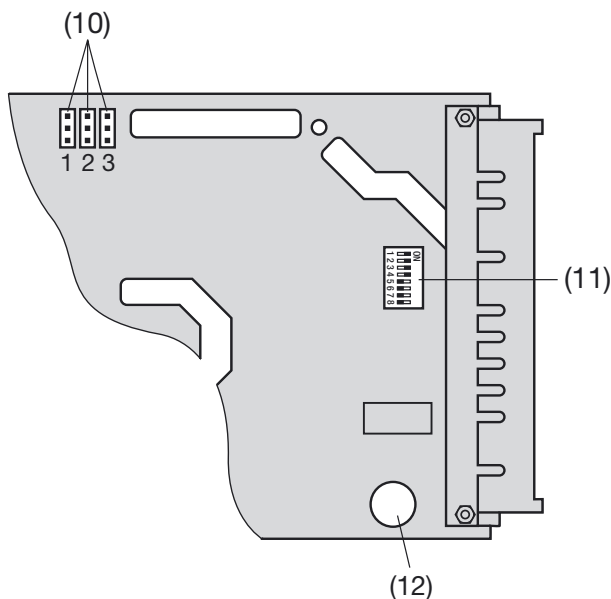

Bild 5. Hinterer Teil des EURAX V 604 mit den Stiftenleisten (10), dem 8-fach DIP-Schalter (11) und der Netz-Sicherung (12).
¹ Anordnung der Netz-Sicherung (12) siehe Bild 5.
Je nach **Messaufgabe/Anwendung** (siehe Tabelle 5) die Messeingangsleitungen anschliessen und entsprechend die Steckbrücken **A** und **B** auf die Stiftleisten stecken. Die Lage der Stiftleisten (10) auf dem Steck-Einschub zeigt Bild 5.
Für das Anpassen an die Art der Ausgangsgrösse den DIP-Schalter (11) nach Tabelle 7 einstellen (siehe Bild 5).